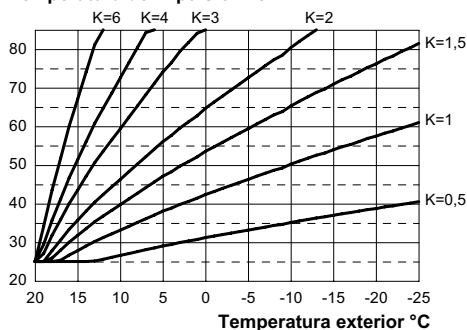

Figura 5.28
Si la caldera **TIENE CONECTADO** el control remoto (opcional) consulte la Figura 5.28.
Cuando se instala la sonda externa, es necesario programar este parámetro en función del rendimiento de la instalación de calefacción para optimizar la temperatura de impulsión (Figura 5.28).
Ej.: para obtener una temperatura de impulsión a la instalación de calefacción de 60 °C con una temperatura exterior de -5 °C, se debe programar un K de 1,5 (línea discontinua en la Figura 5.28).
- Usando los botones 16 o 17 se puede modificar el valor del parámetro 15 entre un mínimo de **01** y un máximo de **60** en función de la curva elegida para el coeficiente K en la Figura 5.28 (el valor que aparece en pantalla corresponde a valores decimales de coeficientes K).